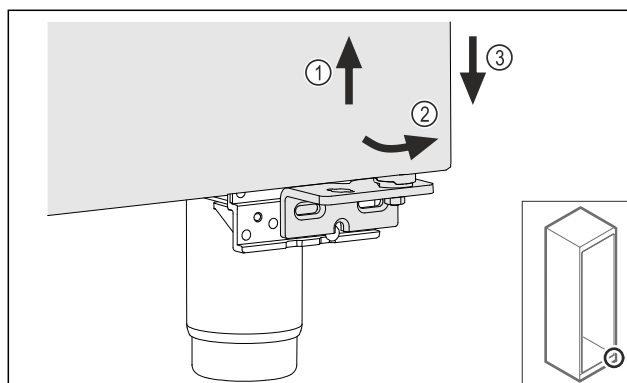

Fig. 21
- Mírně zvedněte dveře Fig. 21 (1), nakloňte je dopředu ve spodní části Fig. 21 (2) a spusťte je Fig. 21 (3).